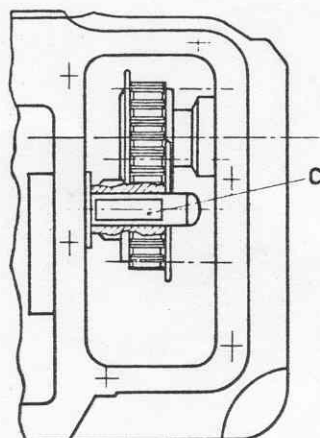

Fig. 3
Drehe die Transportwelle, bis die Fläche (C) parallel zur Maschinengrundfläche steht, Fig. 3.
Das Gurtrad wird so auf die Transportwelle geschoben, daß die vorlaufende Schraube auf die oben beschriebene Fläche (C) zu liegen kommt, Fig. 3.
Rotate the lower main shaft until the flat (C) for the set screw is parallel with the machine base (Fig.3).
Place the sprocket on the lower main shaft so that the set screw which is the first in operating direction lies on the above described flat (C), Fig.3. Tighten the screws.